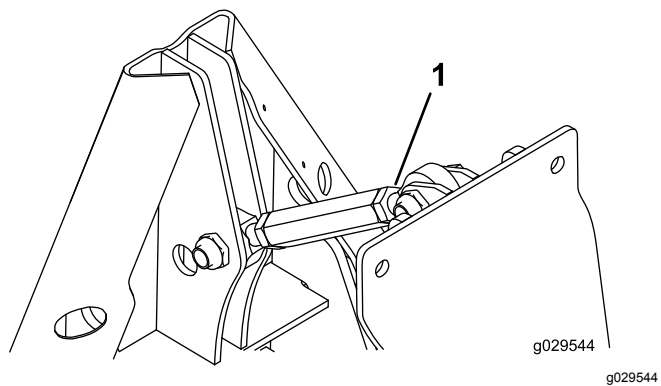

図 34
1. ねじ山付きリンクのジャムナットをゆるめる 図 34。
2. 六角チューブを回して適当な角度にする 図 34。
3. ジャムナットを締めて調整を固定する 図 34。